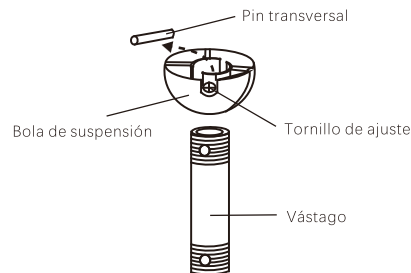

Imagen 7
Paso 5. Quite la bola de suspensión desde el montaje con vástago al aflojar el tornillo de ajuste, destornillar y quitar el pin transversal y destornillar la bola de la vástago. (Imagen 7)